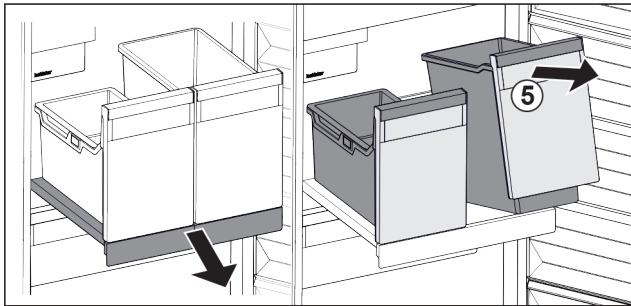

Fig. 80
- Soulever les bacs Fig. 80 (5) par l'avant.